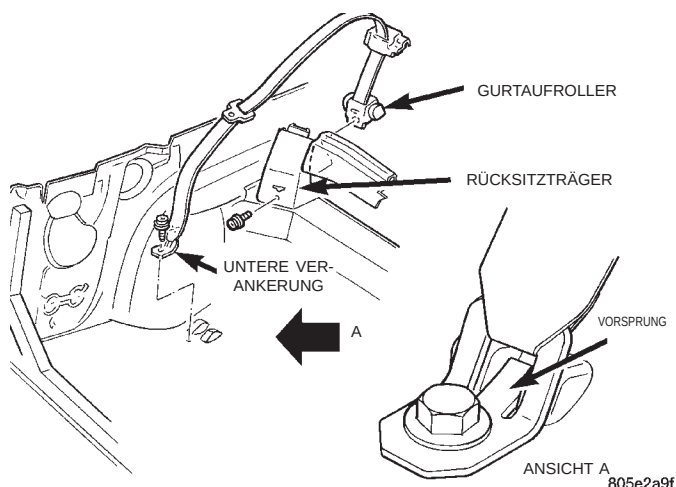

Abb. 62 Sicherheitsgurt und Gurtaufroller hinten außen
(1) Rücksitzpolster abbauen.
(2) Rücksitzlehne abbauen.
(3) Seitenteilverkleidung abbauen.
(4) Befestigungsschraube lösen, mit der die Gurtverankerung an der Bodenwanne befestigt ist (Abb. 62).
(5) Befestigungsschraube lösen, mit der der Gurtaufroller am Träger des Rücksitzes befestigt ist.
(6) Sicherheitsgurt und Gurtaufroller komplett aus dem Fahrzeug nehmen.
(1) Sicherheitsgurt und Gurtaufroller komplett am Träger des Rücksitzes ansetzen.
(2) Haken einsetzen, mit dem der Gurtaufroller in der Öffnung im Träger des Rücksitzes befestigt ist.
(3) Befestigungsschraube ansetzen und festziehen, mit der der Gurtaufroller am Träger des Rücksitzes befestigt ist.
(4) Sicherheitsgurt durch die Führung verlegen und Blende oben in die Führung einrasten.
(5) Befestigungsschraube ansetzen und festziehen, mit der die Gurtverankerung an der Bodenwanne befestigt ist.
(6) Sicherstellen, daß sich der Sicherheitsgurt beim Einrasten in das Gurtschloß nicht verdreht und sich der Vorsprung an der unteren Gurtverankerung zwischen den Erhebungen in der Bodenwanne befestigt ist (Abb. 62).
(7) Seitenteilverkleidung einbauen.
(8) Rücksitzlehne einbauen.